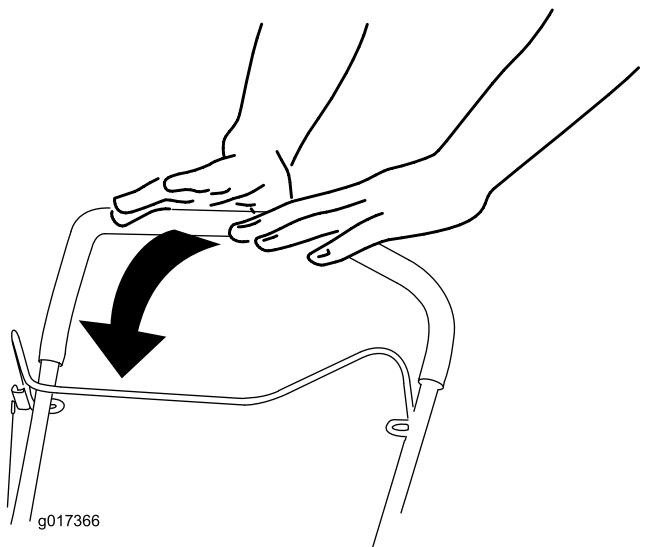

**Figura 23**
3. Posizionate il piede sul piatto e inclinate la macchina verso di voi (Figura 23).